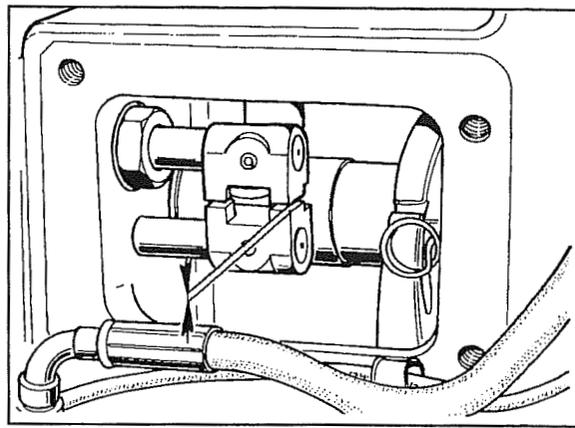

Fig. 6
- Antes de bloquearlas definitivamente es necesario controlar el paralelismo de los manguitos como se ve en la fig. 6.